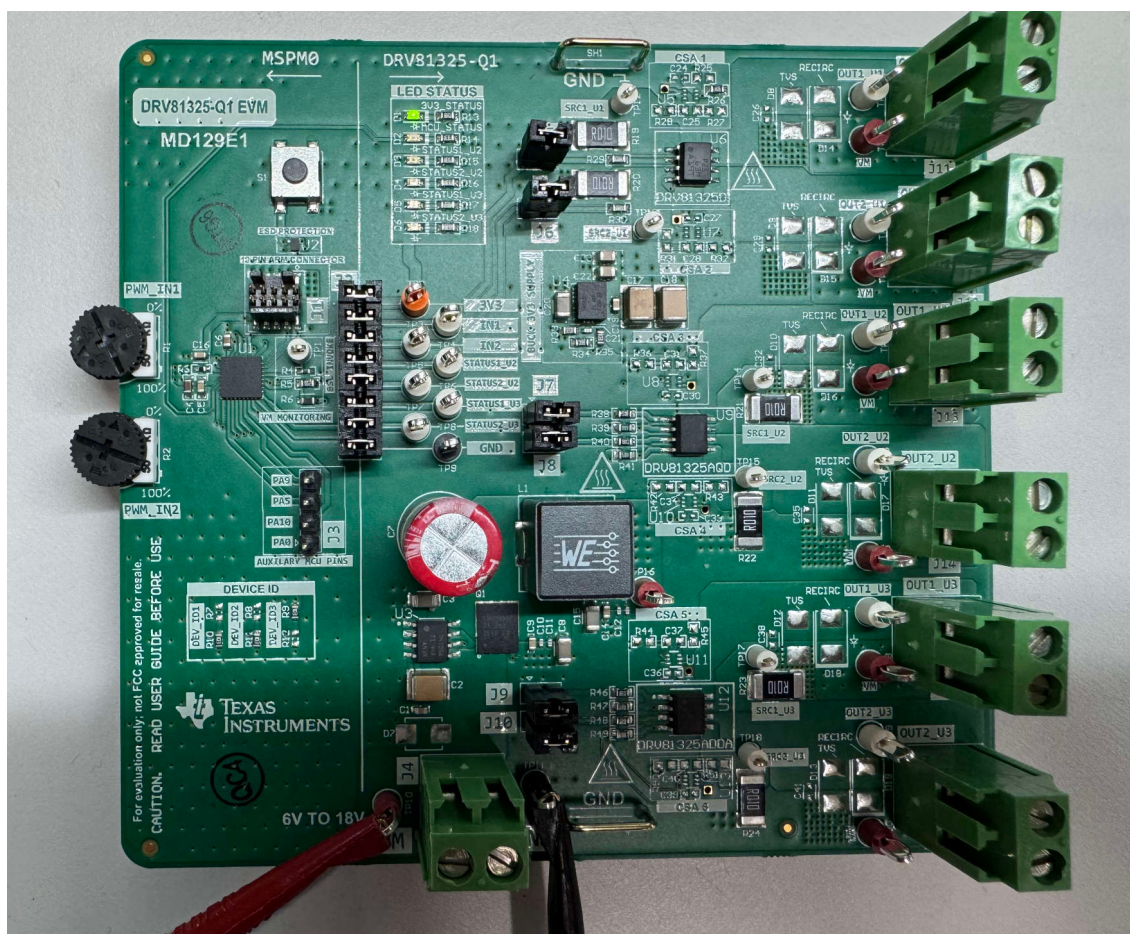

図 2-9. ハードウェア設定
4. これでセットアップが完了です。設定画像は、図 2-9 を参照してください。